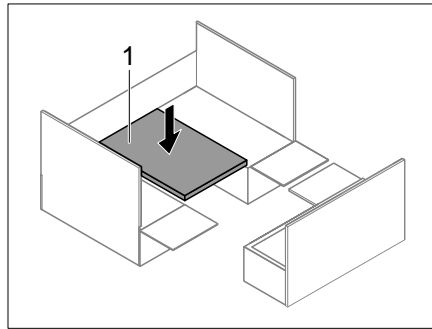

Bild 216 Einhängetisch nach unten
- Einhängetisch (Bild 216,1) von der oberen Einhängeschiene in die untere Einhängeschiene wechseln.